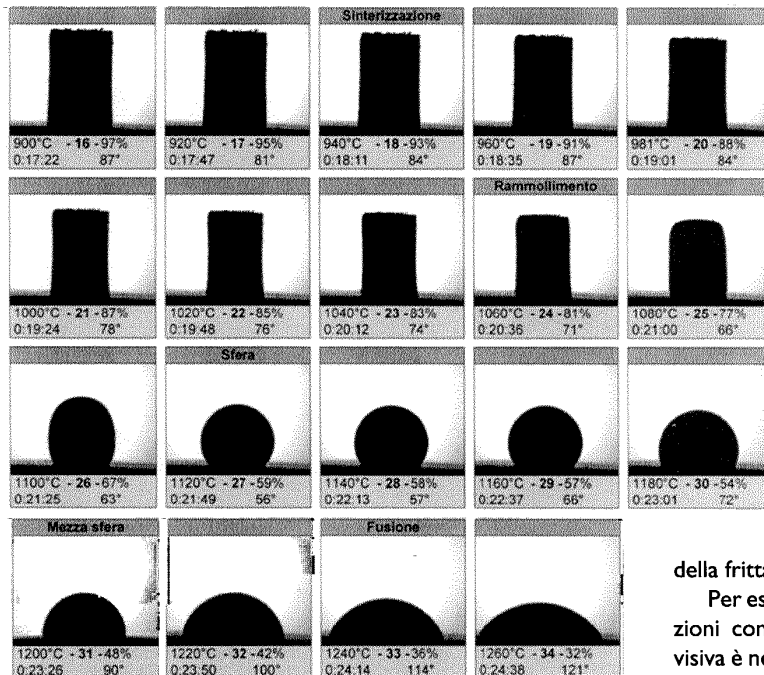

Fig. 1
*The images can be printed in various formats (fig. 1) using a laser printer or can be observed in rapid sequence to give an animation effect.*
Il microscopio riscaldante è in grado di memorizzare automaticamente le immagini del provino riprese tramite una telecamera CCD ad intervalli prefissati di temperatura o di tempo. Le immagini possono poi essere stampate con una stampante laser in diversi formati (fig. 1), oppure